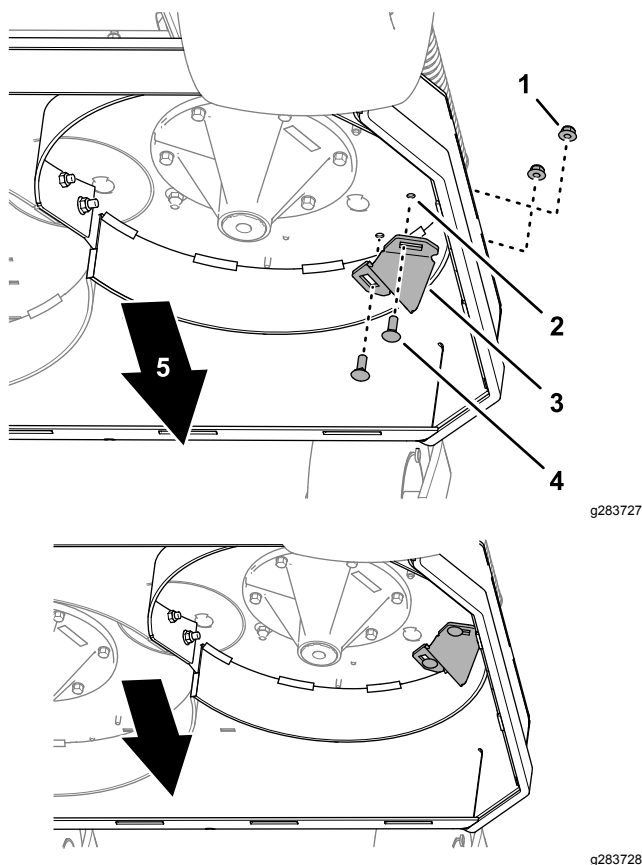

Figure 6
4. Sur le côté gauche du plateau de coupe, alignez les fentes dans le kicker et les 2 trous de 10 mm que vous avez percés dans le plateau de coupe (Figure 6).